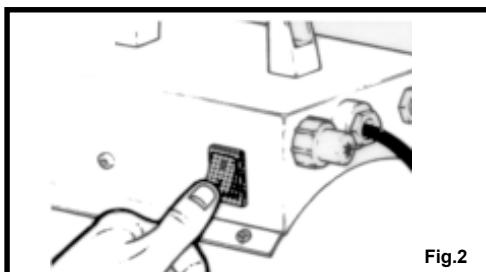

Fig.2
2. Accionar o ventilador com o interruptor tecla branco (ver fig. 2).